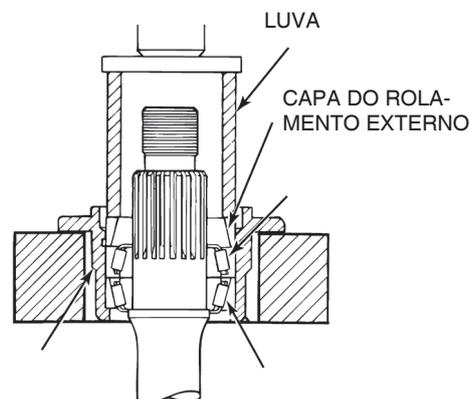

Figura 5.90
4. Use uma prensa e luva para instalar a capa do rolamento externo na caixa dos rolamentos sobre o eixo de saída. Figura 5.90.